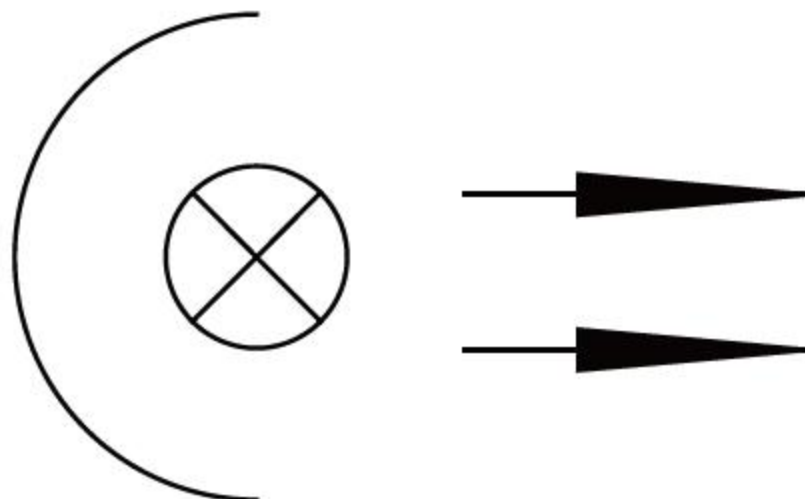

图4-73 缩放图形
**02** 单击【修改】面板中的【缩放】按钮，缩放图形，如图4-73所示。命令行操作如下。